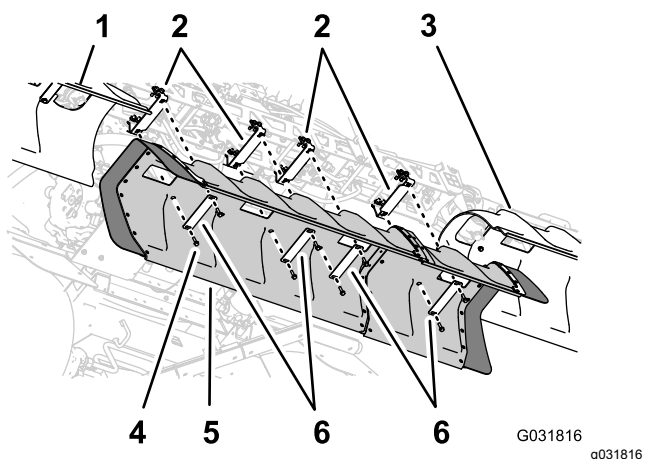

Figura 237
1. Alinee los orificios de la cubierta de la sección central con los orificios del soporte de la cubierta de la sección central (Figura 237).
2. Alinee los orificios de 2 de las pletinas de sujeción que retiró en el paso 1 de 10 Retirada de la cubierta de la sección central \(11 boquillas\) del kit opcional de brazo cubierto \(página 23\) con los orificios de la cubierta y 2 de los soportes (Figura 237).
4. Alinee los orificios de las 2 pletinas de sujeción (Pieza Toro N° 120-0629) con los 4 orificios restantes de la cubierta y los 4 orificios restantes de los soportes de sujeción (Figura 237).
5. Monte las pletinas de sujeción y la cubierta a los soportes (Figura 237) con los 4 pernos con arandela prensada (5/16 x 1¼" – Pieza Toro N° 323-36).